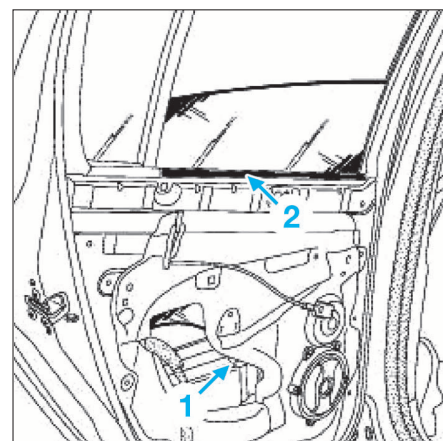

FIG. 84
- Descendre la vitre pour accéder à l'agrafe (1) de vitre coulissante (Fig.84).